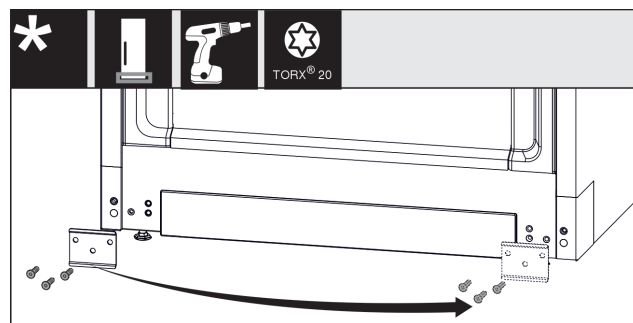

Fig. 28
- ▶ 拧下金属板 Fig. 28 (1)，将其移到另一侧，然后重新拧紧。